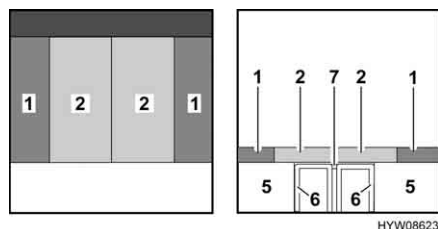

Fig. 38 Dopo la trasformazione
- Tirare i cuscini del divano (Fig. 38,2) verso il centro. Durante questa operazione, verificare che le staffe di supporto si innestino nei fissaggi sul lato inferiore del cuscino.
- Piazzare i cuscini dello schienale (Fig. 38,1) tra il cuscino del divano (Fig. 38,2) e la parete esterna.